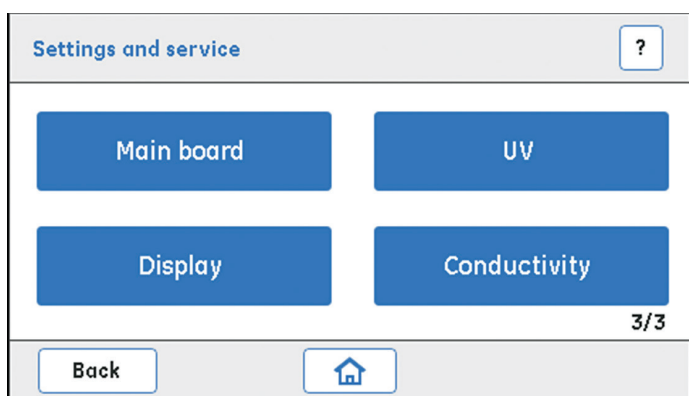

图 8. ÄKTA start 有多种设置和服务选项, 可从显示屏轻松访问。帮助按钮 [?] 为当前活动页面提供指导
a) 快速启动 (Quick start): “即开即用”的方法模板可基于亲和层析 (AC)、离子交换层析 (IEX)、凝胶过滤 (GF) 和脱盐 (DS) 技术纯化常规蛋白。表 1 中提供了应用示例。方法内已经对层析柱体积、流速、平衡、洗脱模式和收集体积等运行参数进行了预设。用户只需输入进样体积, 并确保系统连接了 U 盘即可。使用快速启动方法时, 样品通过泵来进样。
**4) 设置和服务 (Settings and Service)**: 用于配置、校准、故障排除以及诊断 ÄKTA start 的各个组件 (图 8)。对于列出的部件, 可以使用重要的诊断测试、校准设置和自维护程序。